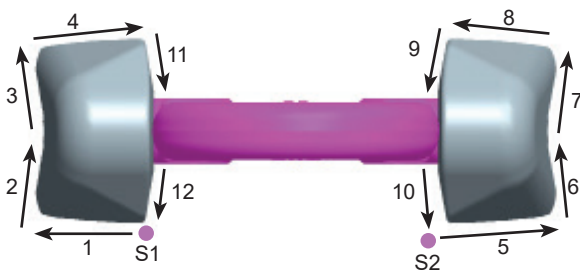

Abb. 1: Schweißreihenfolge Wurzellage (S = Startpunkt)
5. Beginnen Sie am Startpunkt S1 und schweißen Sie in der Folge die Abschnitte 1 - 4 (Abb. 1).